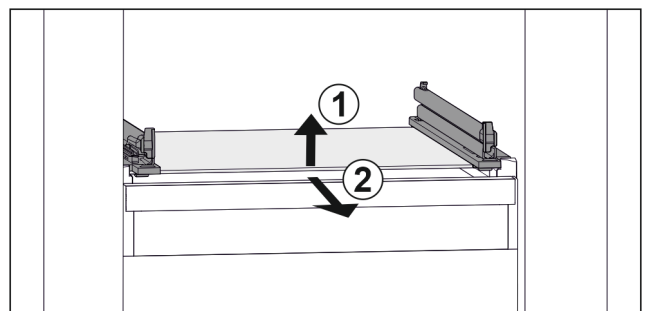

Fig. 111 Representación de la placa de vidrio a modo de ejemplo
- ▶ Levante la placa de vidrio por delante. Fig. 111 (1)
- ▶ Retire la placa de vidrio hacia delante. Fig. 111 (2)